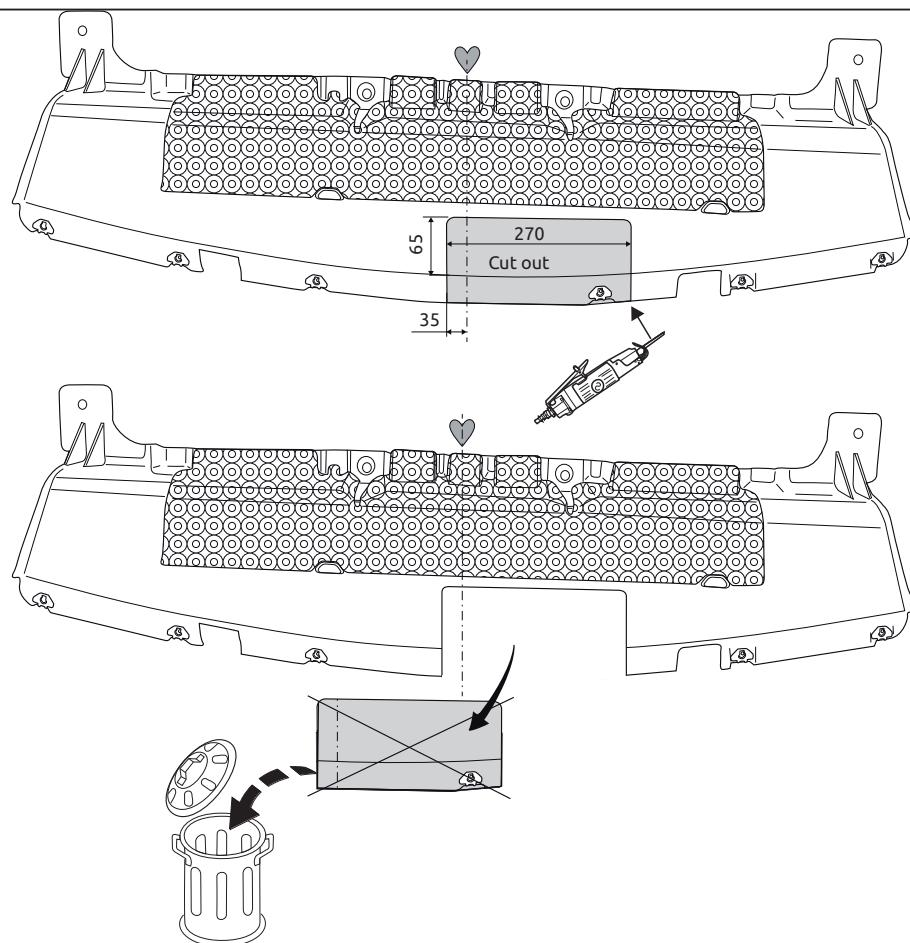

Fig. 2
11. Saw out the indicated section in accordance with figure 2.
11. Scier la partie indiquée conformément à la figure 2.